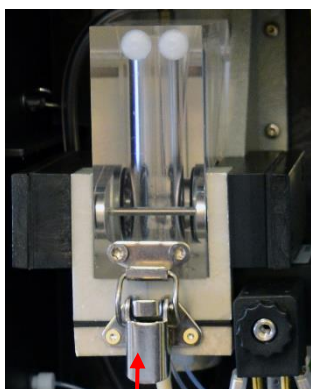

Figura 32
4. Desbloquee el bloqueo tensor (véase la figura 32), incline la cámara de medición hacia arriba y extraígalas.